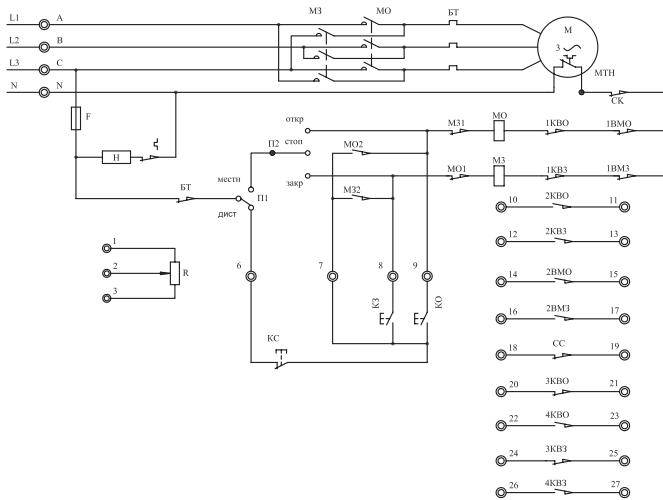

Рис.4 Принципиальная электрическая схема подключения электропривода ГЗ-ОФВ КС
Механические упоры (9,10) (рис. 1) применяются для первоначальной настройки конечных положений затвора арматуры ОТКРЫТО и ЗАКРЫТО при ручном управлении. Они также являются аварийной защитой, в случае отказа конечных и муфтовых микровыключателей, электродвигатель отключится блоком тепловой защиты БТ (рис. 4).
3. ЭЛЕКТРИЧЕСКАЯ СХЕМА УПРАВЛЕНИЯ (рис.4)
Для управления электроприводом ГЗ-ОФВ КС применяется электрическая схема, приведенная на рис.4. При достижении затвором арматуры конечных положений ОТКРЫТО или ЗАКРЫТО, срабатывают концевые микровыключатели 1КВО или 1КВЗ, отключая питание электродвигателя. При превышении установленного крутящего момента при открытии или закрытии затвора арматуры, срабатывают муфтовые микровыключатели 1ВМО и 1ВМЗ, отключая питание электродвигателя. Муфтовые микровыключатели 1ВМО и 1ВМЗ после срабатывания возвращаются в первоначальное положение при вращении вала в обратную сторону.